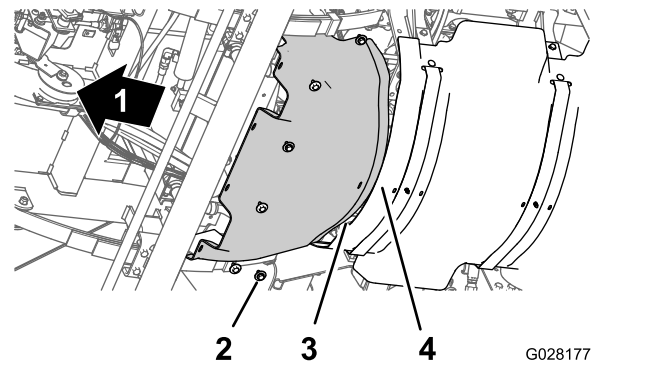

Figure 61
1. Alignez la bride arrière de l'écran pare-chaueur avant et la bride avant de l'écran pare-chaueur arrière (Figure 61).
2. Alignez les trous de l'écran pare-chaueur avant et les trous filetés du châssis (Figure 61).
3. Montez l'écran pare-chaueur avant sur la machine au moyen des 6 boulons à tête hexagonale et des 6 rondelles (Figure 61) retirés à l'opération 3 de Dépose de l'écran pare-chaueur avant \(page 55\).